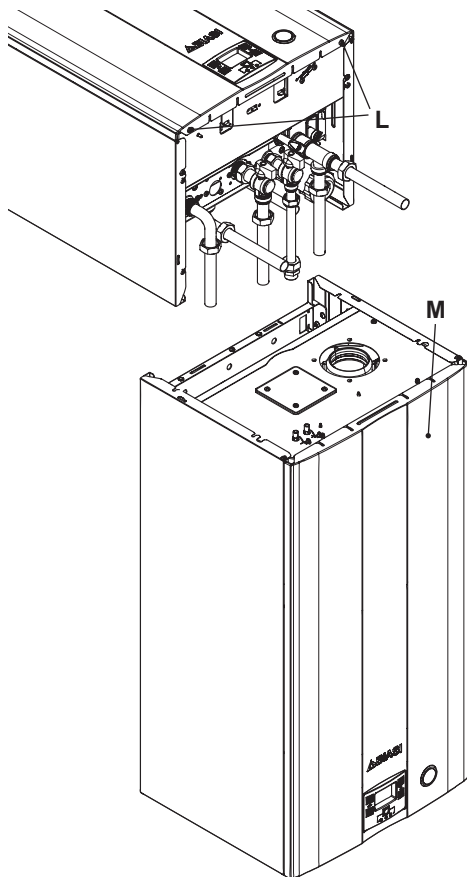

Figura 5.19
- Svitare le viti L e rimuovere il pannello frontale M tirandolo a sé e quindi spingendolo verso l'alto in modo da liberarlo dalle sedi superiori Figura 5.19.